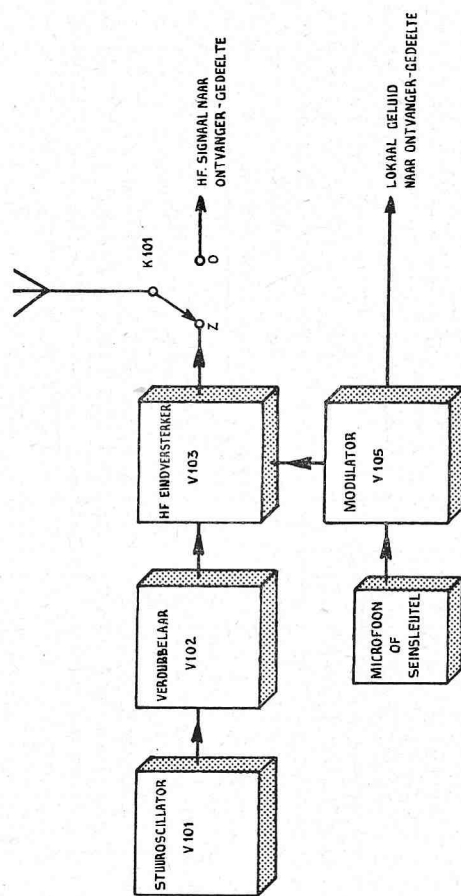

Fig. 27. Blokschema zender-gedeelte
3.3.1 Blokschema (zie fig. 27).
In het blokschema, fig. 27, is de weg te zien, welke het signaal volgt in de zender. De variabele- of kristalbestuurde stuuroscillator V101 wekt een signaal op, waarvan de frequentie de helft bedraagt van de uiteindelijk uit te zenden frequentie. De volgende trap V102 verdubbelt deze frequentie en drijft de klasse C HF eindversterker V103 aan.